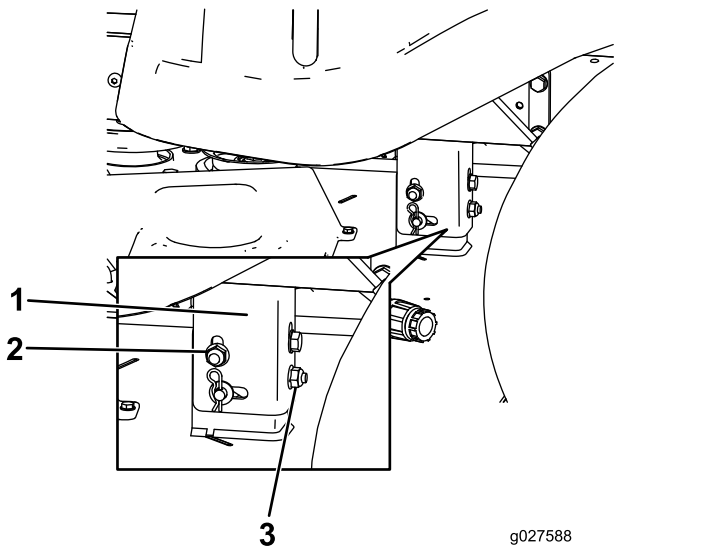

Figure 55
8. Élevez ou abaissez le côté gauche du tablier de coupe en tournant l'écrou de blocage arrière. (Figure 55).